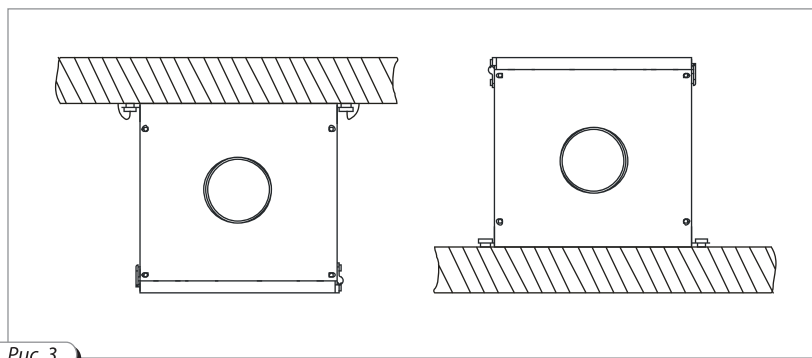

Рис. 3
**Установку «ВПА»** можно поставить или подвесить на резьбовом стержне, при этом она должна быть прочно закреплена, чтобы полностью исключить возможность освобождения или падения (необходимо учесть вес **установки «ВПА»** и материал, к которому оно прикрепляется), с применением всех монтажных L-образных держателей с антивибрационной вставкой, прикрепленных к основанию установки (рис. 3).